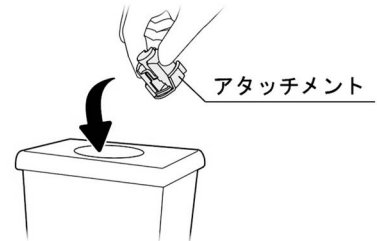

図 10
- (1) 図 10 に示すように、内視鏡先端部の吸引兼鉗子口が開いていることを確認する。